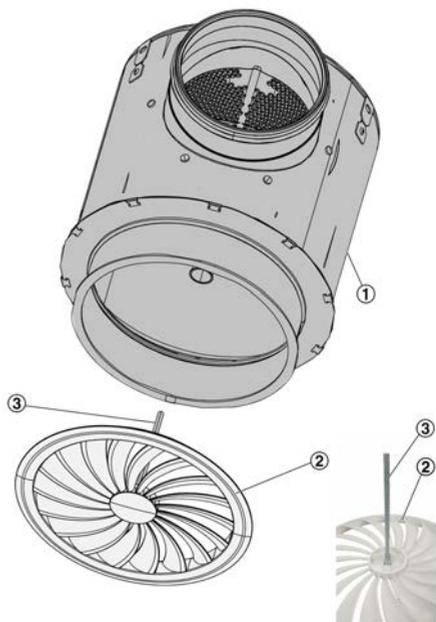

Fig. 18 : Installation de la façade du diffuseur
1. ► Insérer la vis de fixation centrale(Fig. 18 /3) au dos de la façade du diffuseur (Fig. 18 /2), puis insérer la façade du diffuseur avec la vis de fixation dans le plénum (Fig. 18 /1).